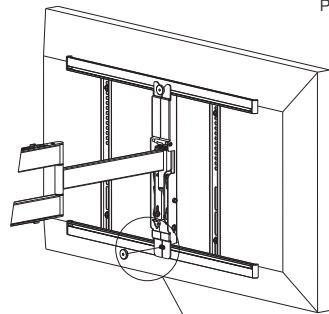

Рисунок 9
- в) Выровняйте телевизор. Затем закрутите нижнюю гайку, чтобы зафиксировать крепление (рис. 9).